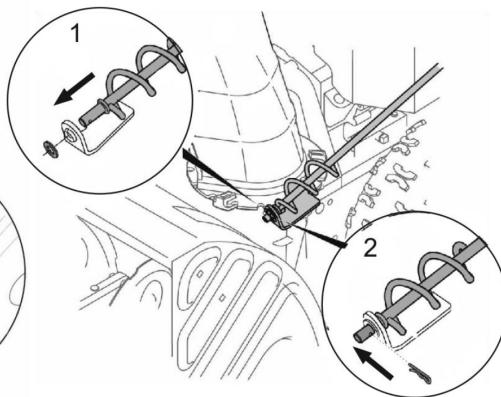

Рис. 5
3. Совместите витки спирали привода поворота желоба с прорезями фланца желоба (Рис. 5).